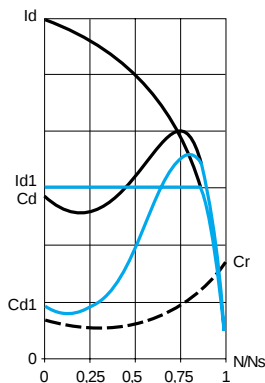

图1
■ 图 1 给出了与起动电流相关的转矩变化。把起动电流 I_s 限制在一个预设值 I_{s1} 处, 将会把起动转矩 T_{s1} 降至一个近似等于 I_s 和 I_{s1} 平方比的值。